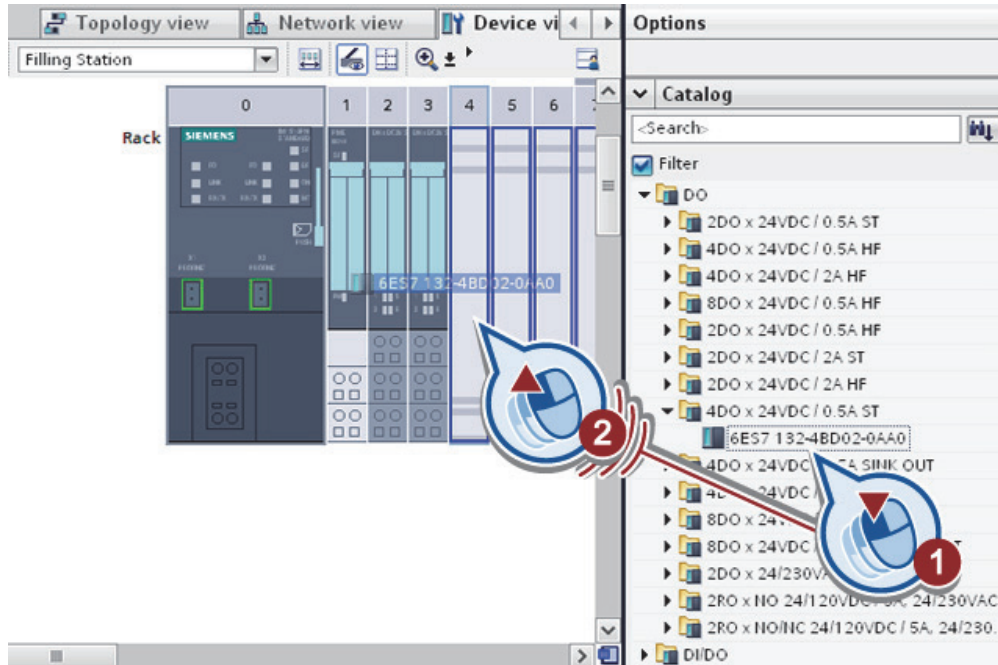

Рис. 1.18. Выбор цифрового модуля
– выберите цифровой модуль вывода «4 DO x 24 V DC / 0.5A ST» <«6ES7 132-4BD02-0AA0» и перетащите модуль на слоте 4 (рис. 1.18).